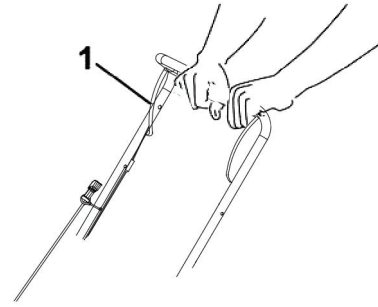

Figura 8
2. Sostenga la barra de control de la lámina (Figura 8) contra el mango.